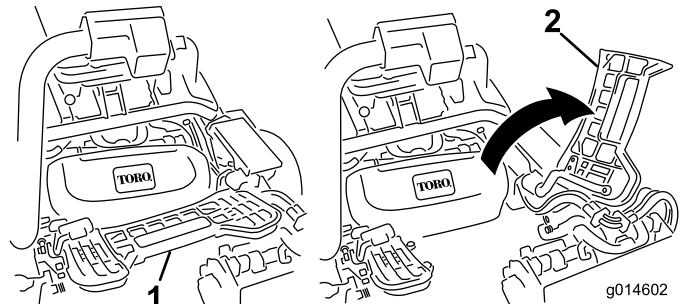

Bild 10
- Wenn Sie das mittlere Mähwerk installieren, heben Sie es an der Fußplattform an und schwenken es nach oben, damit Sie Zugang zur Stellung des mittleren Mähwerks haben (Bild 10).